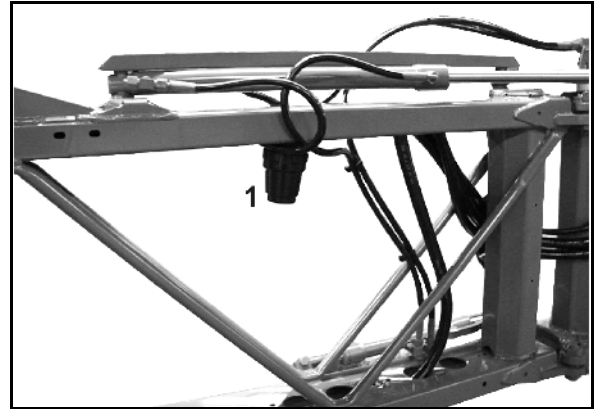

Fig. 176
- Rengjør ledningsfiltrene (Fig. 176/1) avhengig av driftsforholdene hver 3. til 4. måned.